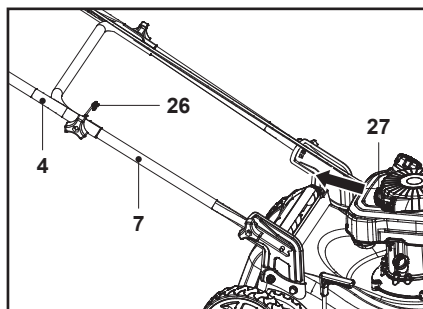

Rys. 11
1. Pociągnąć za dźwignię hamulca (2) i przytrzymać ją przy uchwycie (1) (rys. 11).